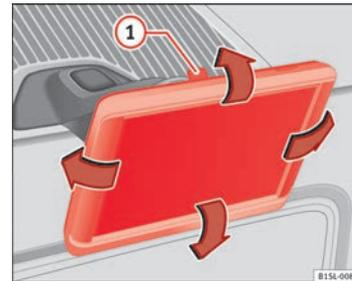

Fig. 120 En la consola central: Desmontar el navegador.
La inclinación y el ángulo de visión pueden ajustarse moviendo el navegador hasta la posición deseada ⇒ fig. 120 ⇒ ②.